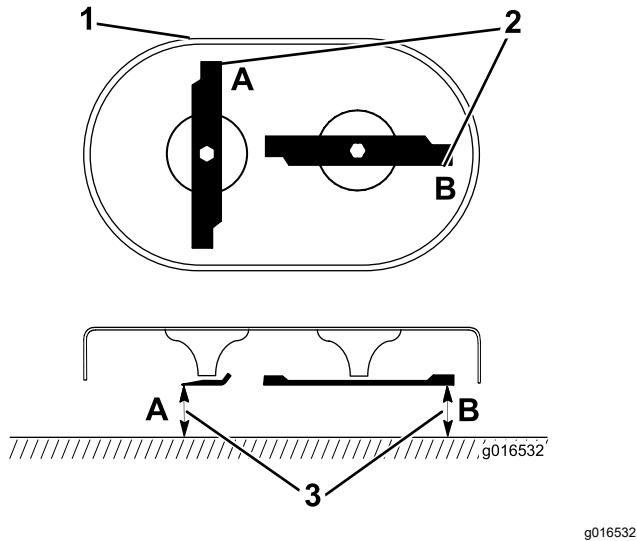

Figura 39
1. Gire las cuchillas a la posición mostrada en Figura 39.
2. Mida desde una superficie nivelada hasta los filos de corte en las posiciones **A** y **B** (Figura 39), y anote ambas dimensiones.
3. Gire las cuchillas de manera que sus extremos opuestos están en las posiciones **A** y **B** (Figura 39).